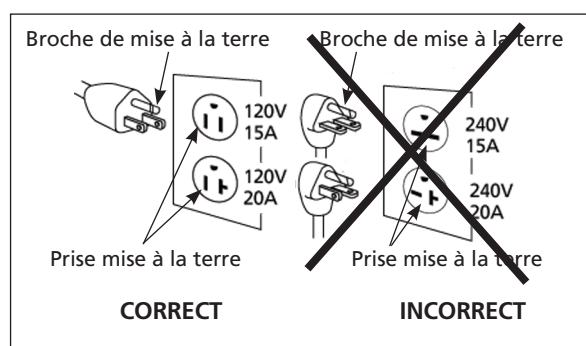

Figure 3 - Méthode de mise à la terre
1. Ce produit est conçu pour être utilisé sur un circuit de 120 V. Il doit être mis à la terre. Dans le cas d'un court-circuit, la mise à la terre réduit le risque d'une décharge électrique en fournissant un chemin de courant alternatif au sol. L'unité est équipée d'un cordon électrique qui possède une broche de mise à la terre. Elle s'insèrera facilement dans l'un des types communs de prises électriques montrées à la figure 3. Si la fiche ne s'insère pas dans la prise désirée, demandez à un électricien qualifié de remplacer la fiche ou la prise.
1. Si la fiche du cordon électrique de l'unité ne vous est pas familière et si elle ne s'insère pas dans votre réceptacle, la Figure 3 vous aidera à en comprendre la raison grâce à ses illustrations de fiches et les tensions différentes avec lesquelles elle peut être utilisée.
3. Ce produit est conçu pour être utilisé sur un circuit de 120 V et est doté d'une broche de mise à la terre semblable à la broche illustrée dans la figure 3.